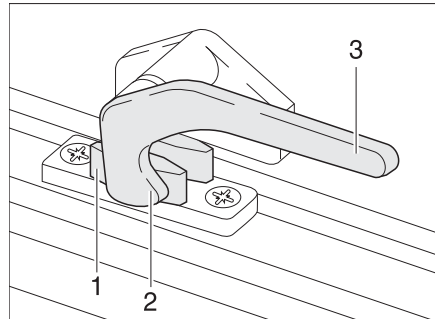
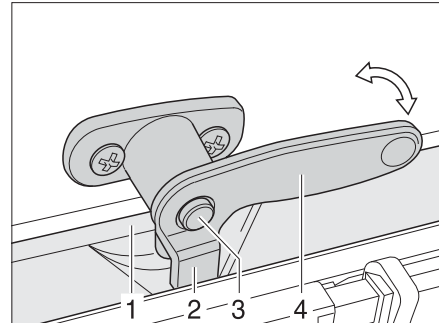

Fig. 64 Palanca de bloqueo en la posición de "cerrado"
Fig. 65 Palanca de bloqueo con botón de seguridad en posición "cerrado"
- Caso disponible, presionar y mantener presionado el botón de seguridad (Fig. 65,3).
- Girar la palanca de bloqueo (Fig. 64,3 ó Fig. 65,4) un cuarto de vuelta hacia la mitad de la ventana.
- Girar la palanca de bloqueo (Fig. 64,3 ó Fig. 65,4) un cuarto de vuelta hacia el marco de la ventana. El saliente de bloqueo (Fig. 64,2 ó Fig. 65,2) se encuentra en la cara interior del bloqueo de la ventana (Fig. 64,1 ó Fig. 65,1).
- En la posición "Cerrada fijamente" (Fig. 64)